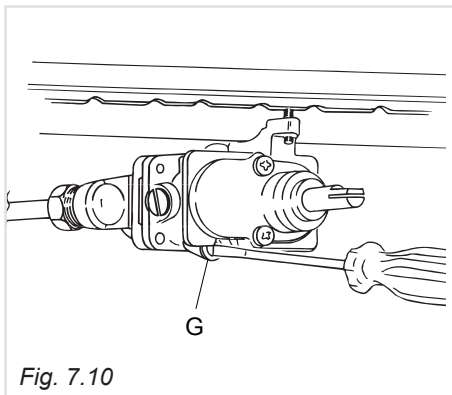

Fig. 7.10
- Sfilare la manopola del termostato e con un cacciavite a taglio svitare di circa 3 giri la vite by-pass "G" (Fig. 7.10) passando attraverso l'apertura del cruscotto.
- Dopo aver tolto nuovamente la manopola e facendo molta attenzione a non ruotare l'asta del rubinetto, avvitare lentamente la vite by-pass "G" (Fig.7.10) fino all'ottenimento di una fiamma lunga 3-4 mm.